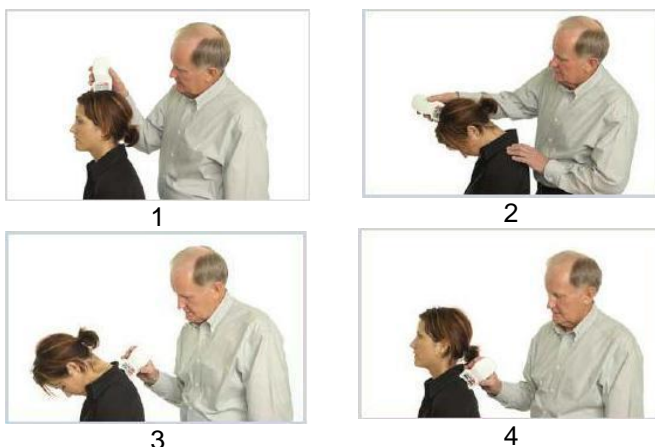

Figure 6 : Exemple : Séquence d'amplitude de mouvement de la colonne cervicale et positionnement du dispositif
- Exemple de séquence de test d'amplitude de mouvement de la colonne vertébrale et de positionnement du dispositif (voir figure 6).